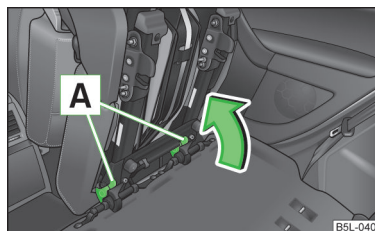

Fig. 54
- Bloccare il sedile ripiegato in avanti alla fine della guida, premendo i bloccaggi del sedile **A** nella direzione indicata dalla freccia 1 » **fig. 54**.
- Se il sedile è smontato, questo dovrà essere dapprima inserito sulla guida e quindi bloccato » **fig. 54** a pagina 66. Tirando verso l'alto assicurarsi che il sedile sia bloccato in maniera corretta.